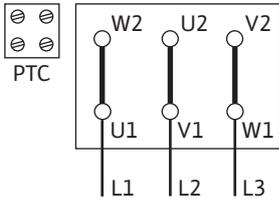

Fig. 14: Δ 결선
- 메인 연결은 모터 출력 P2, 전원 및 활성화 유형에 따라 달라집니다. 터미널 박스에 필요한 터미널 브릿지 결선은 다음 표와 Fig. 14, 15, 16에서 확인할 수 있습니다.